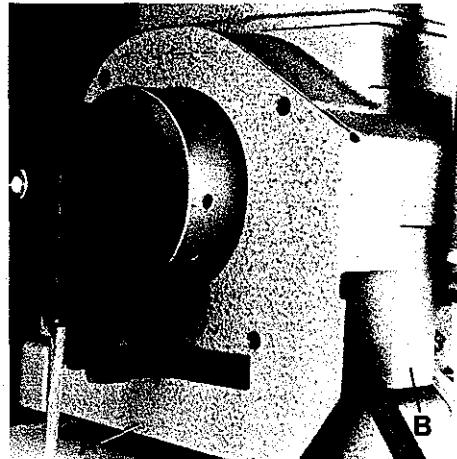

Fig.18
From time to time the cooling ribs of the bottom cover have to cleaned and the fan blades of the pulley have to be blown out with compressed air. For this remove belt guard (A, Fig. 18) and air duct (B).
Von Zeit zu Zeit müssen die Kühlrippen an der Grundplatte gereinigt und die Lüfterflügel am Handrad mit Pressluft ausgeblasen werden. Dazu muß der Riemenschutz (A, Fig. 18) und das Luftleitblech (B) entfernt werden.